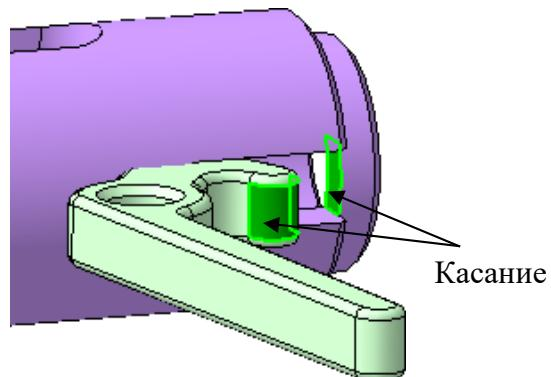

Рис. 87
- задайте сопряжение **Касание** между плоской гранью паза **Ползуна** и цилиндрической гранью **Рычага** (рис. 87);